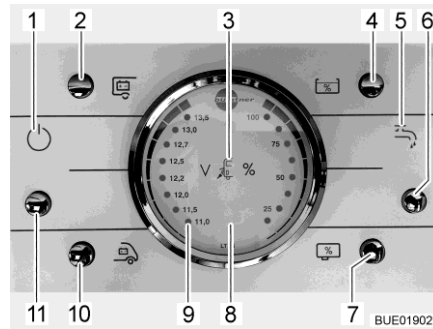

Fig. 121 Panneau de contrôle LT 96
La touche (Fig. 121,11) allume ou éteint le panneau de contrôle et l'alimentation 12 V de la cellule.
Mettre en marche : ■ Appuyer sur la touche (Fig. 121,11) : L'alimentation 12 V de la cellule est assurée. Le voyant de contrôle (Fig. 121,1) s'allume.
Mettre hors service : ■ Appuyer sur la touche (Fig. 121,11) : L'alimentation 12 V de la cellule est coupée. Le voyant de contrôle (Fig. 121,1) s'éteint.
Observer la graduation de gauche sur l'indicateur de charge/de niveau de réservoir (Fig. 121,8). L'indicateur s'éclaire automatiquement dès qu'une touche est pressée.
- Appuyer sur la touche (Fig. 121,10) : La tension de la batterie de démarrage est affichée.
- Appuyer sur la touche (Fig. 121,2) : La tension de la batterie de cellule est affichée.
Observer la graduation de droite sur l'indicateur de charge/de niveau de réservoir (Fig. 121,8). L'indicateur s'éclaire automatiquement dès qu'une touche est pressée.
- Appuyer sur la touche (Fig. 121,4) : Le niveau du réservoir d'eau est affiché.
- Appuyer sur la touche (Fig. 121,7) : Le niveau du réservoir d'eaux usées est affiché.
- Appuyer sur la touche (Fig. 121,6) : L'alimentation en eau est activée. Le voyant de contrôle de la pompe à eau (Fig. 121,5) s'allume.
- Appuyer sur la touche (Fig. 121,6) : L'alimentation en eau est désactivée. Le voyant de contrôle de la pompe à eau (Fig. 121,5) s'éteint.
Le voyant d'alerte rouge "ALARM" (alarme) (Fig. 121,9) clignote dès que la charge de la batterie de cellule descend en dessous de 11 V (mesurée en marche) et qu'il y a risque de décharge profonde des batteries.
Le voyant de contrôle 12 V (Fig. 121,1) s'allume dès que la touche principale 12 V (Fig. 121,11) est enclenchée.
Le voyant de contrôle 230 V (Fig. 121,3) s'allume si l'arrivée du bloc électrique est sous tension de réseau.